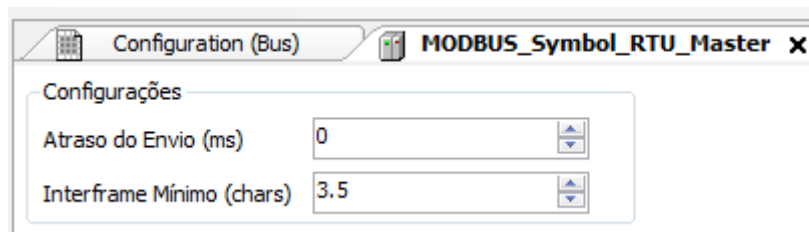

Figura 66: Tela de Configuração Parâmetros Gerais MODBUS RTU Mestre
- Configurar os parâmetros gerais do protocolo MODBUS Mestre, como: tempos de atraso de envio e interframe mínimo como na Figura 66.